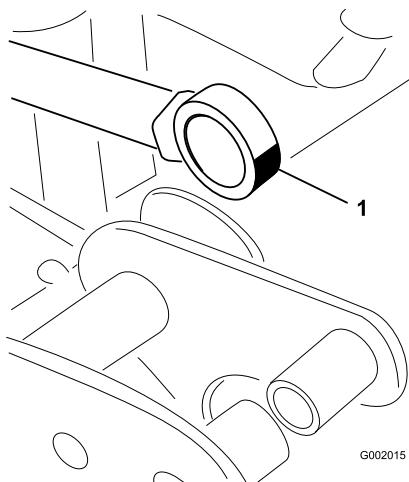

Figura 44
5. Manipolate il lato cuscinetto dell'asta dell'attuatore ed inserite il grasso nel cuscinetto (Figura 44). Tergete il grasso superfluo.